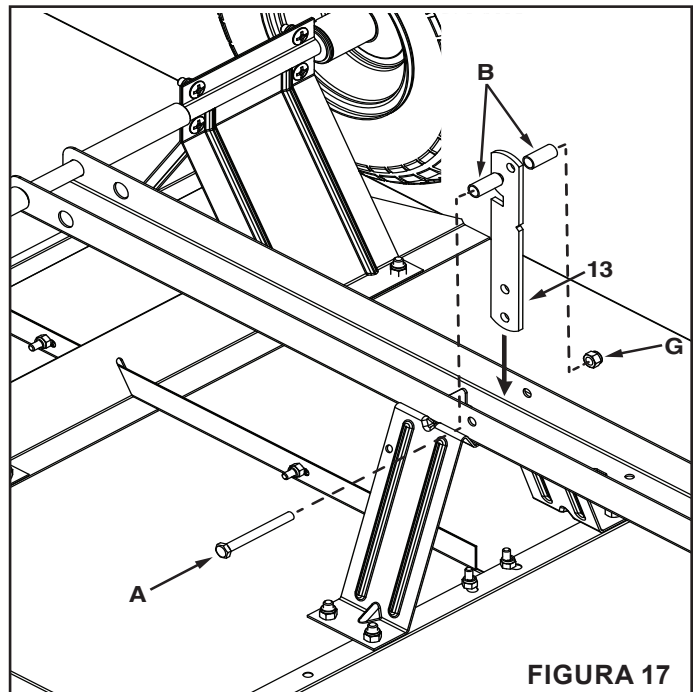

FIGURA 17
PASO 17: (VEA LA FIGURA 17)
- Instale el soporte del seguro del pestillo (13) insertando un perno hexagonal de 5/16" x 3" (A) a través de un lado de la lanza del eje de 5/8" (15), un espaciador (B), el soporte del seguro del pestillo (13), otro espaciador (B), el otro lado de la lanza del eje de 5/8" (15) y una tuerca nylock de 5/16" (G), como se muestra en la figura 17.
- Apriete los sujetadores, pero asegúrese de que el soporte del seguro del pestillo (13) pueda moverse.